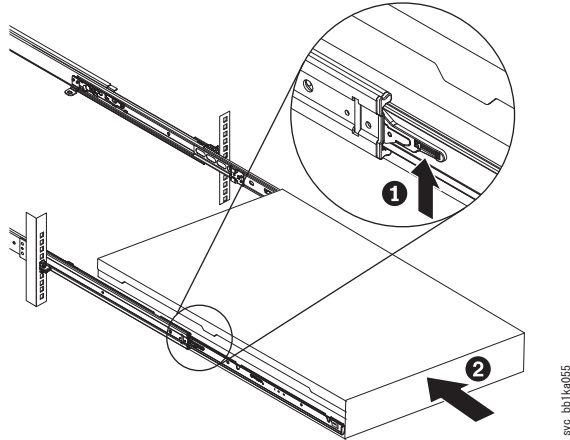

図 246. ラックのスライド・レールの SAN ボリューム・コントローラー 2145-CF8 または 2145-CG8 ロック・レバーを上げる
- スライド・レール上のロック・レバー (279 ページの図 246 の **1**) を上げて、サーバー **2** を、所定の位置にカチッと音を立てて収まるまで、ラック内に完全に押し込みます。